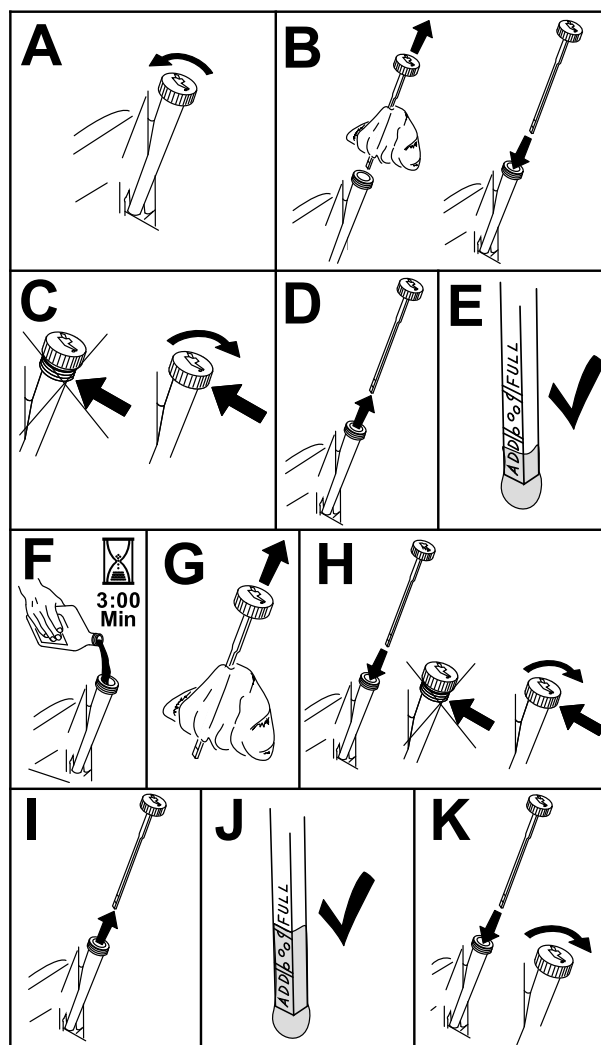

図 39
3. エンジン内部に異物が入らないように、オイルキャップやディップスティックの周囲をきれいにする 図 39。